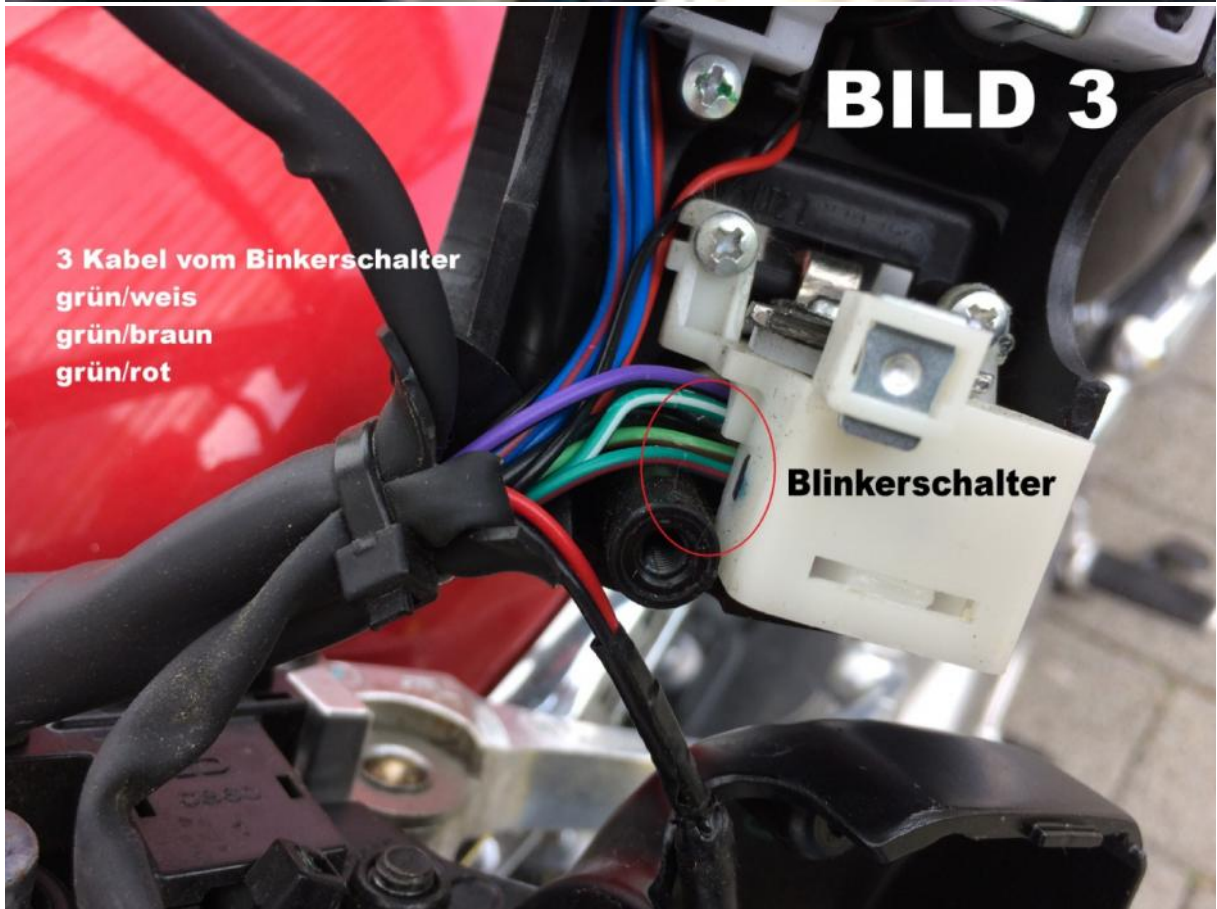

BILD 4
- Jetzt muss noch der Blinker Schalter modifiziert werden damit er nicht mehr einrastet. Bedieneinheit mit dem Blinker Schalter mit den zwei Torx Schrauben öffnen. Die mitgelieferten Gummiteile laut der STS Anleitung in den Schalter einsetzen. **BILD 4,4a,4b**